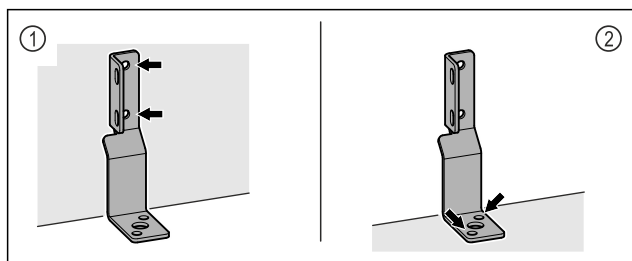

Fig. 8
- Zamocować kątownik na ścianie Fig. 8 (1) lub na podłodze Fig. 8 (2).